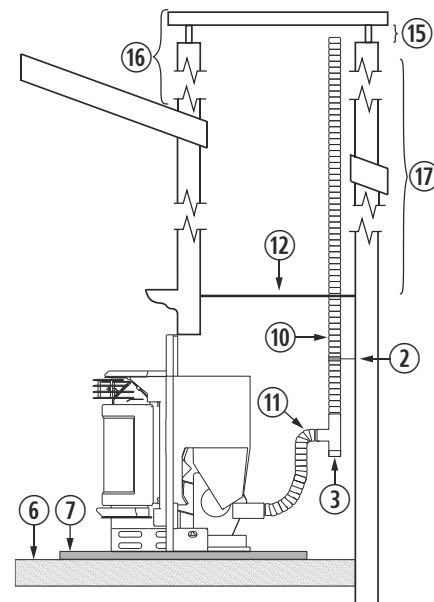

Figura 12
**4.29.** A instalação de um encastrável numa chaminé de obra pode ser feita em toda a sua totalidade em tubo flexível, tal como indicado na figura 12. Devemos ter especial cuidado na hora de realizar o isolamento entre a chaminé e o tubo da saída de gases para evitar possíveis retrocessos de gases em caso de tempestade.
②	Abraçadeira de união de aço inox.
③	Tê de 90° com registro.
⑥	Chão de madeira.
⑦	Protector de chão incombustível.
⑩	Tubo de aço inox flexível.
⑪	União adaptadora de flexível a rígido.
⑫	Isolante anti-retrocesso.
⑮	Mínimo 200mm.
⑯	Deve ultrapassar o teto em 1 metro.
⑰	Superior a 8 m, aumentaremos uma medida.